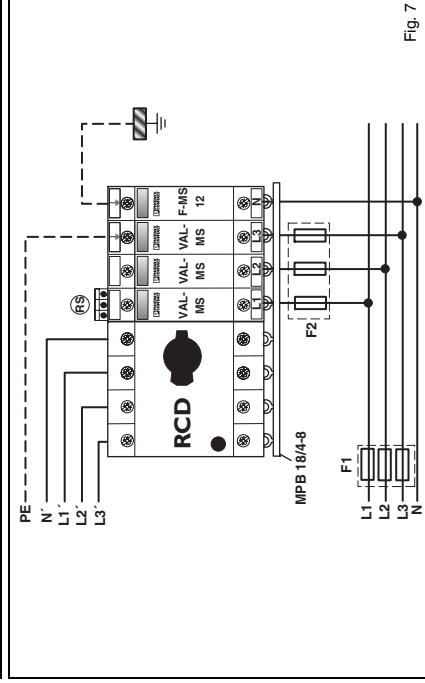

Fig. 7
11. Aplicación TT-Sistema (Fig. 7)
11. Application TT-Système (Fig. 7)
11. Application TT-system (Fig. 7)
11. Applikation TT-System (Fig. 7)